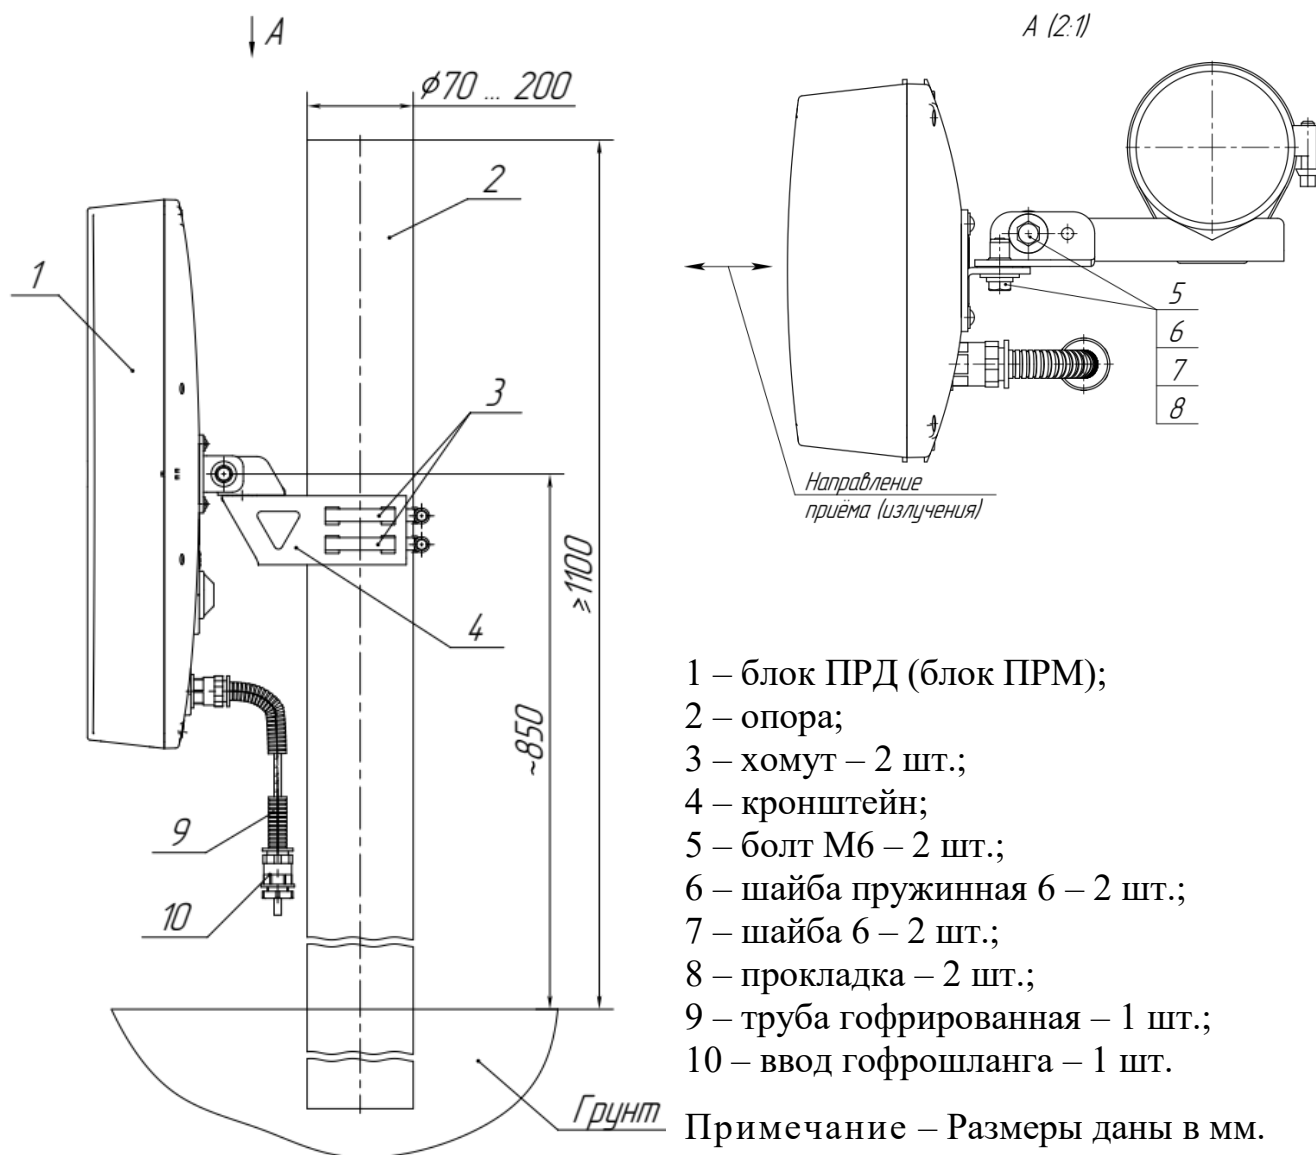

Рисунок 2.5 – Установка блока ПРД (блока ПРМ) извещателей «ФОРТЕЗА-М300-Ethernet», «ФОРТЕЗА-М500-Ethernet» на опоре
2.3.4.3 Установка блока ПРД (блока ПРМ) на кронштейне поз.4 (рисунок 2.5), состоящего из швеллера 2 и уголка 3, показана на рисунке 2.6.
- ослабить болты поз.5 (рисунок 2.5) блока ПРД и блока ПРМ извещателей «ФОРТЕЗА-M300-Ethernet», «ФОРТЕЗА-M500-Ethernet»;
затянуть хомуты поз.3 и болт поз.6 извещателей «ФОРТЕЗА-M300-Ethernet», «ФОРТЕЗА-M500-Ethernet» (см. рисунок 2.5).